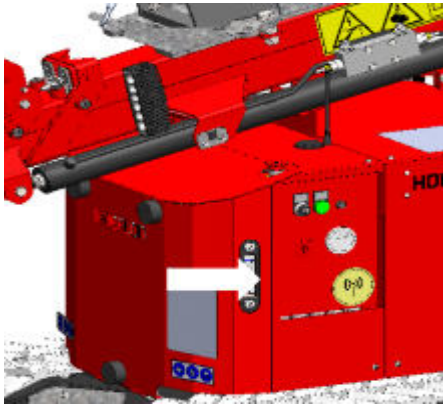

Abbildung 4.1 Ölstand kontrollieren.
4. Kontrollieren Sie den Ölstand des Hydrauliktanks (siehe Abbildung 4.1). Der Ölstand muss zwischen dem unteren und oberen Peilglas an der linken Kranseite liegen. Füllen, falls erforderlich, Hydro 46 nach.